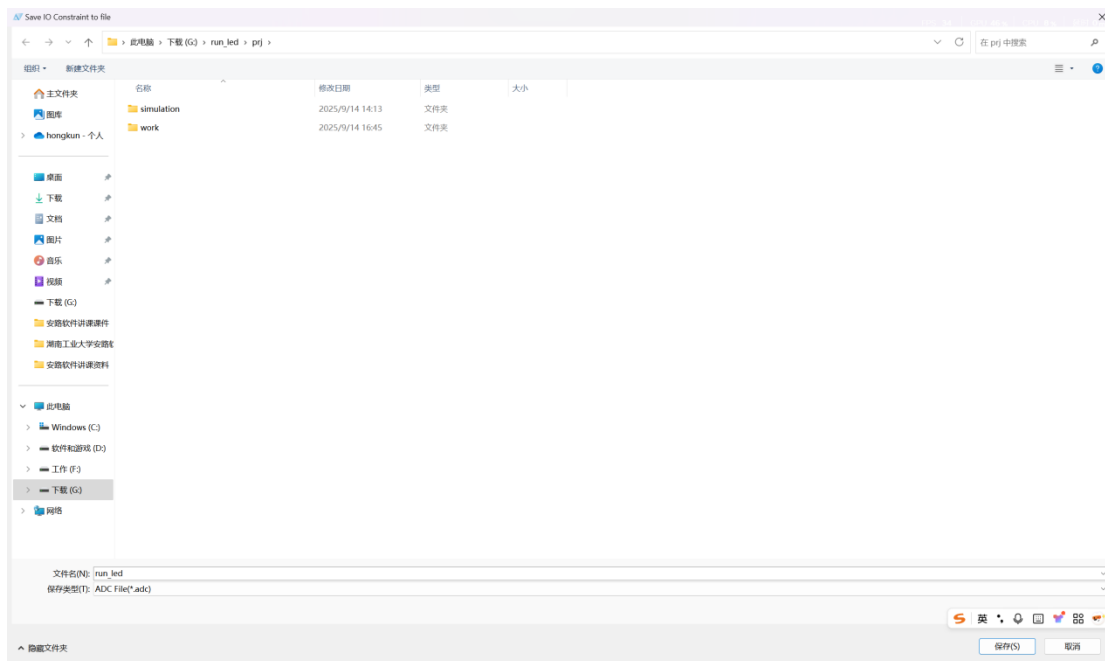

图 30 保存分配引脚文件
3. 保存分配引脚的文件。起名 run_led，路径保持默认。之后点击保存。如图 30 所示。